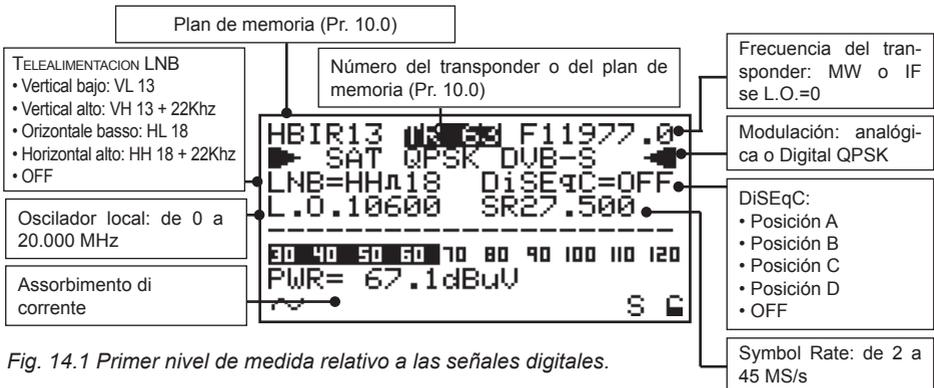
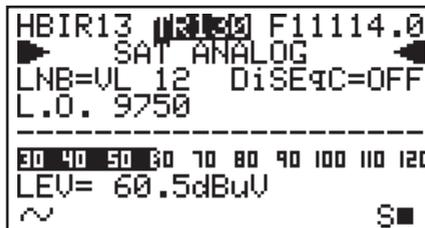

Fig. 14.1 Primer nivel de medida relativo a las señales digitales.
Fig. 14.2 Primer nivel de medida relativo a las señales analógicas.
5. De cualquier modo de funcionamiento en el que estemos, pulsando el botón de puesta en marcha [20] se vuelve al primer nivel de medida mostrado en fig. 14.1 o 14.2.
4. De cualquier nivel de medida en el que estemos, pulsando brevemente el botón de puesta en marcha [20], se vuelve al primer nivel de medida mostrado en fig. 14.1 o fig. 14.2.